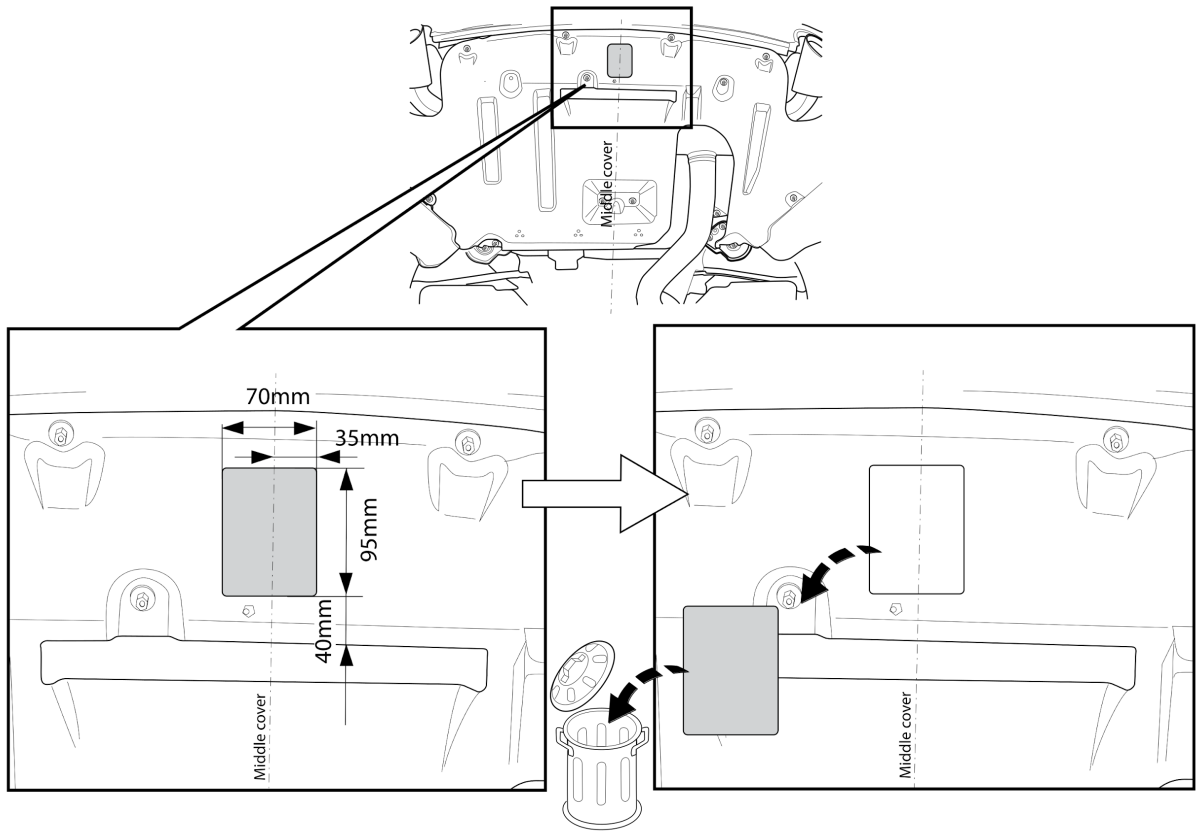

Fig. 5
8. Выпилить обозначенную часть, как указано на рис. 5 & 6 .